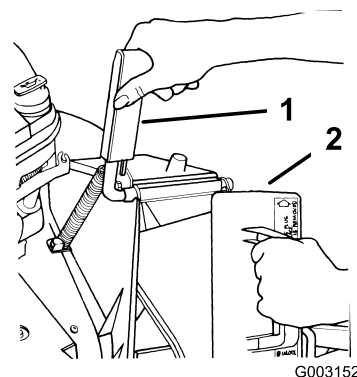

Figura 4
- Abra la puerta de descarga tirando del tirador hacia adelante y desplazando la puerta hacia atrás (Figura 4). Mientras inserta el tapón, sujete el tirador de la puerta para evitar que el muelle cierre la puerta.
- Puesto que el tapón es algo más ancho que la abertura del conducto de descarga, gire el tapón ligeramente en el sentido de las agujas del reloj al insertarlo (Figura 4).